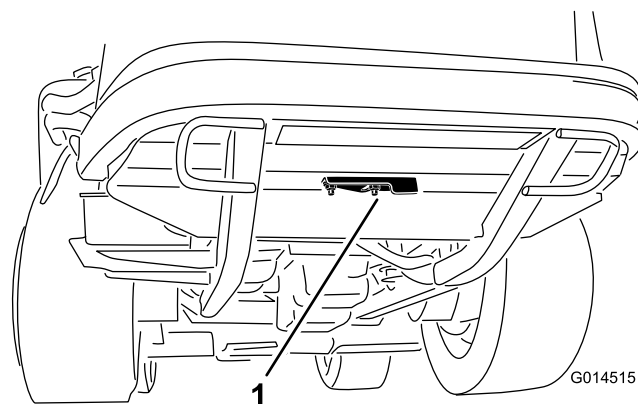

図 54
2. クリーン・アウト・カバーを後フレームの下側に固定しているフランジ・ナットをゆるめる（図 54）。カバーをめくると、フレームのクリーン・アウト・ホール（清掃穴）が露出する。